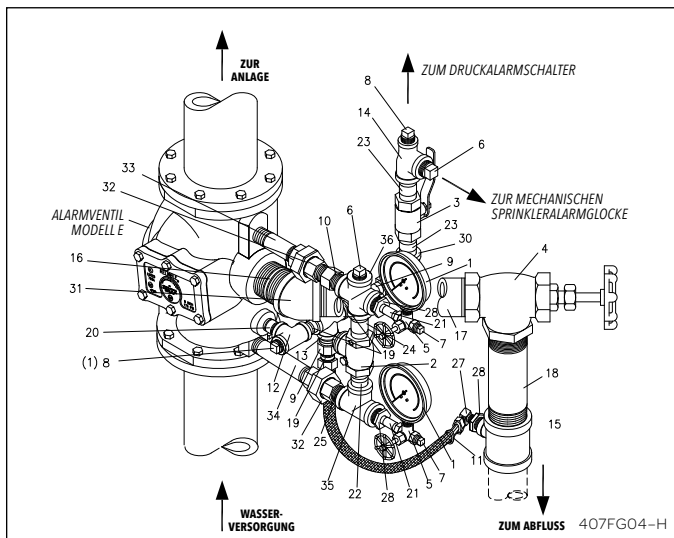

Abb. 4 – Konstanter Druck/Vertikale Installation
Wenn das Wasser nicht mehr durch das Alarmventil fließt, kehrt die Klappe (4) wieder in ihren Sitz zurück und stoppt so den Wasserfluss zur Verzögerungskammer. Durch Ablaufblenden (Element 9, Abb. 4 & 6) kann die Verzögerungskammer und die Alarmleitung durch die Ablaufleitung (Element 11, Abb. 4 & 6) entleert werden.
**Konstanter Druck (Abb. 4 und 6)**